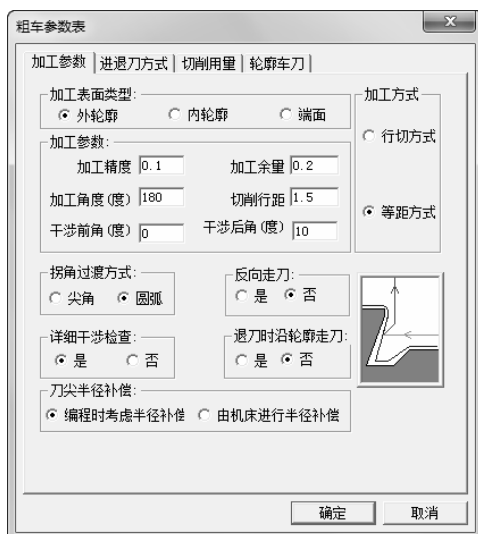

图 6-127 粗车加工参数设定
1) 单击“加工参数”选项卡,如图 6-127 所示。设置具体参数如下:加工表面类型:外轮廓;加工精度:0.1;加工余量:0.2;加工角度:180;切削行距:1.5;干涉前角:0;干涉后角:10;拐角过渡方式:圆弧;反向走刀:否;详细干涉检查:是;退刀时沿轮廓走刀:否;刀尖半径补偿:编程时考虑半径